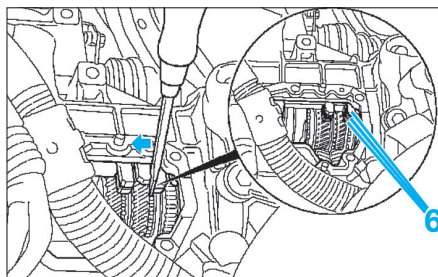

Fig. 15
- Déposer les vis (5) et retirer le moteur de changement de vitesses.
- Amener la fourchette en position de point mort à l'aide d'un tournevis (Fig.15). Pour cela, les trois fourchettes (6) doivent être alignées et la marche arrière ne doit pas être engagée.